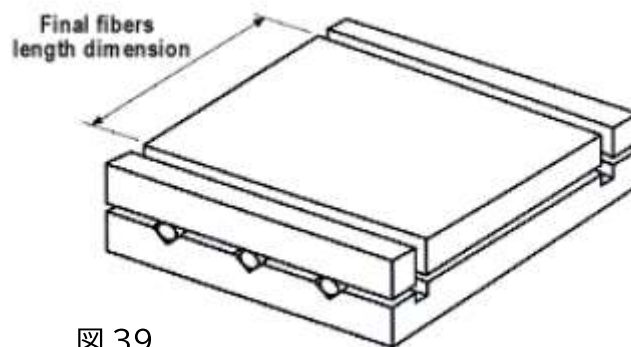

図 39
- ・繊維をワックスで挟んだ2枚のプレートを、Micro-Swissの4.6"外径 x .020"の厚さのレジングレードを備えたADT780/4ソーで、最終的な正確な長さ寸法に合わせてダイシングしました(図 39)。